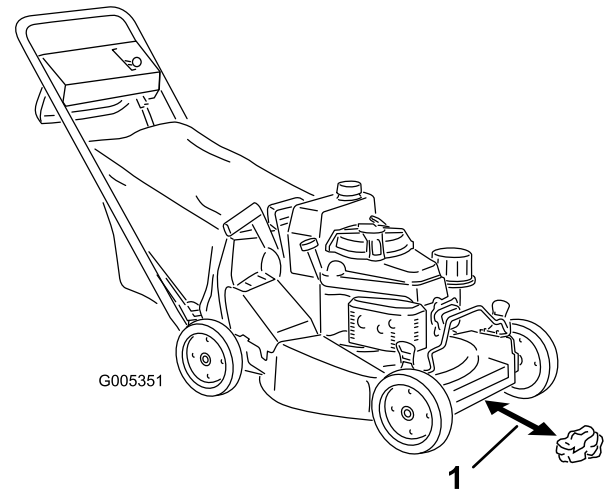
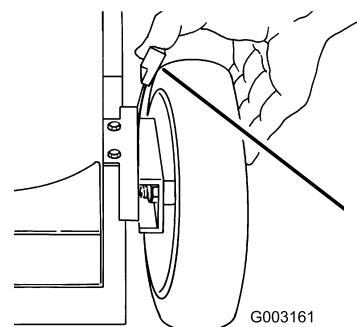

Figura 16
Figura 21
3. Ajuste las cuatro ruedas a la altura de corte de 64 mm (Figura 21).
4. Mueva el control de velocidad sobre el terreno a la posición de Punto muerto (N).
5. Tome media página de periódico y haga una bola con ella que sea lo suficientemente pequeña como para pasar por debajo de la plataforma (unas 76 mm de diámetro), según muestra Figura 16.
6. Coloque la bola de papel de periódico a unas 13 cm por delante del cortacésped (Figura 16).
- A. Coloque la bola de papel de periódico a unas 13 cm por delante del cortacésped (Figura 16).
1. Tire de la palanca de ajuste de la altura de la rueda hacia la rueda (Figura 21) y muévela a la posición deseada.